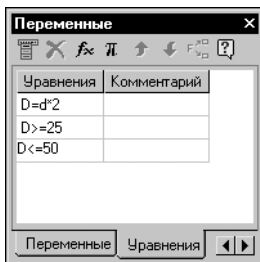

Рис. 65.7. Ввод выражения
13. Введите в модель такое ограничение внешнего диаметра, чтобы он не мог быть более 50 мм и менее 25 мм. Для этого добавьте в столбце **Уравнения** два неравенства:  $D \geq 25$  и  $D \leq 50$  (рис. 65.7).